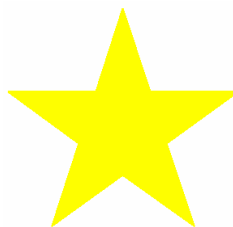

图 5-47 图为填充五角星
6) 图层一定要转到黄色层。选用“h”命令，选 Solid 填充，一个黄色五角星就作好，如图 5-47 所示。